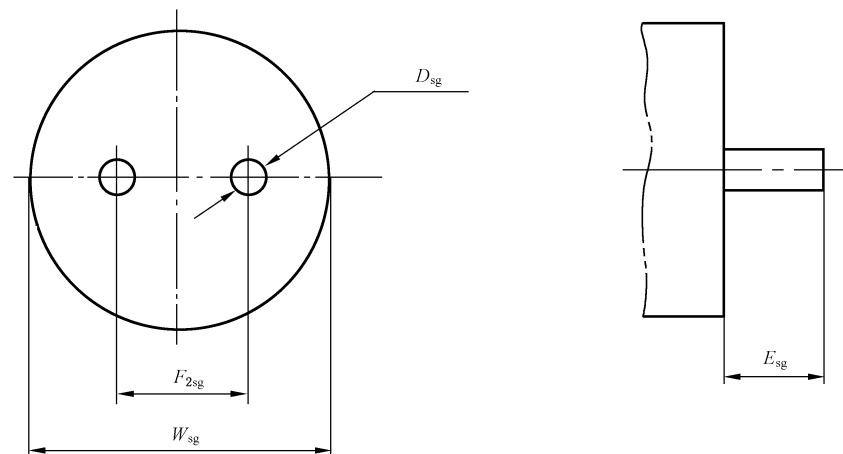

图 18 单相两极双用插座圆插部分止规
5.3 检验家用和类似用途单相插头插座尺寸,应用图 6~图 18、表 6~表 18 规定的专用量规、分度值为 0.02 mm 的游标卡尺,插销端部倒圆部分尺寸用适当量具测量。量规的插入力应不大于 GB 2099.1—2008 规定的最大拔出力。这些量规的粗糙度全部为  $Ra 0.8$ ,硬度为 58 HRC~62 HRC,量规的平行度、垂直度和对称度等形位公差按 GB/T 1184—1996 中规定公差 H 级。